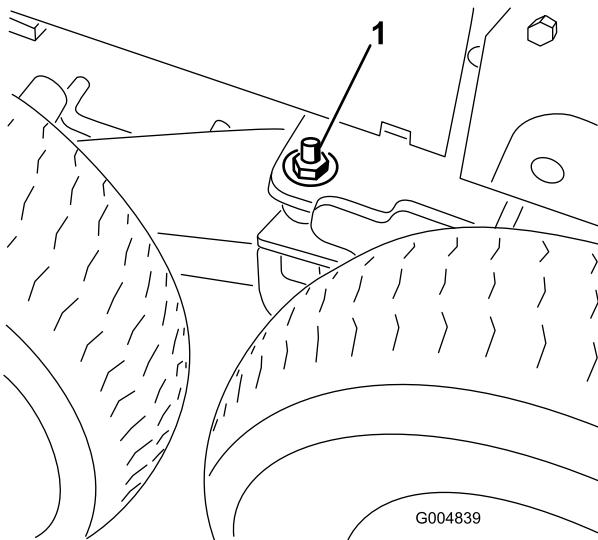

Figura 75
7. Rimuovete il dado di bloccaggio da 1/2 poll. e la rondella piana dall'elemento saldato del perno del carrello destro e sinistro per sbloccare il perno (Figura 75).
11. Abbassate il martinetto fino a quando l'elemento saldato del perno del carrello non si sposta abbastanza da permettere di montare la rondella piana da 1/2 poll. e il dado di bloccaggio sul prigioniero e di stringerli a mano su entrambi i lati della macchina (Figura 75).